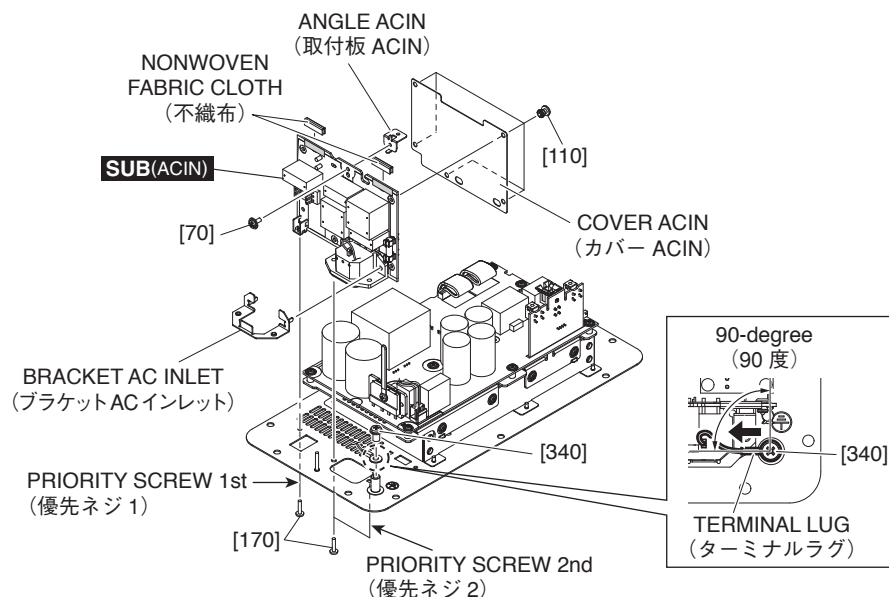

Fig. C-4 (図C-4)
C-5-2 Remove the three (3) screws marked [170] and the screw marked [340]. The SUBL (ACIN) circuit board can then be removed. (Fig. C-4)
* **When installing the SUBL (ACIN) circuit board, first tighten the two (2) priority screws in order as shown in Fig. C-4.**
C-5-3 Remove the five (5) nylon rivets white marked [110]. The cover ACIN can then be removed. (Fig. C-4)
C-5-4 Remove the screw marked [70]. The angle acin can then be removed. (Fig. C-4)
* **The cover ACIN, angle ACIN and the bracket AC inlet are not parts of the SUBL (ACIN) circuit board. When replacing the SUBL (ACIN) circuit board, remove from the SUBL (ACIN) circuit board and install them to the new SUBL (ACIN) circuit board. (Fig. C-4)**
* **When installing the screw marked [340], tighten so that the terminal lug points within the 90-degree range as shown in Fig. C-4**
C-5-2 [170]のネジ3本と[340]のネジ1本を外して、SUBL (ACIN) シートを外します。(図C-4)
※ SUBL (ACIN) シートを取り付け時には、優先ネジ2本を図に示す順番で先に締めてください。(図C-4)
C-5-3 [110]のプラスチックリベット5本を外して、カバー ACINを外します。(図C-4)
C-5-4 [70]のネジ1本を外して、取付板ACINを外します。(図C-4)
※ カバー ACIN、取付板ACIN、ブラケットACインレットは、SUBL (ACIN) シートの構成部品ではありません。SUBL (ACIN) シートを交換する際には、SUBL (ACIN) シートから取り外して、新しいSUBL (ACIN) シートに取り付けてください。(図C-4)
※ [340]のネジを取り付けるときは、ターミナルラグの向きが、図の通り90度の範囲となるように締めてください。(図C-4)